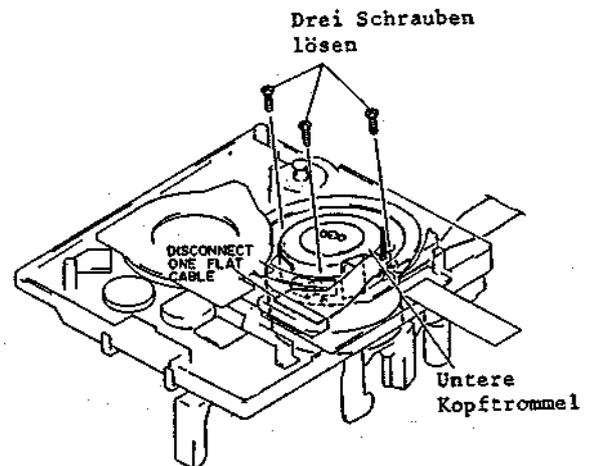

Abb. 2-61 Ausbau der unteren Kopftrommel (Kopftrommelmotor)
3-15 Ausbau der unteren Kopftrommel (Kopftrommelmotor) (Abb. 2-61)
3. Ein (1) Flachkabel (CN51) abziehen (siehe Abb. 2-61).
4. Drei (3) Befestigungsschrauben der unteren Kopftrommel lösen.